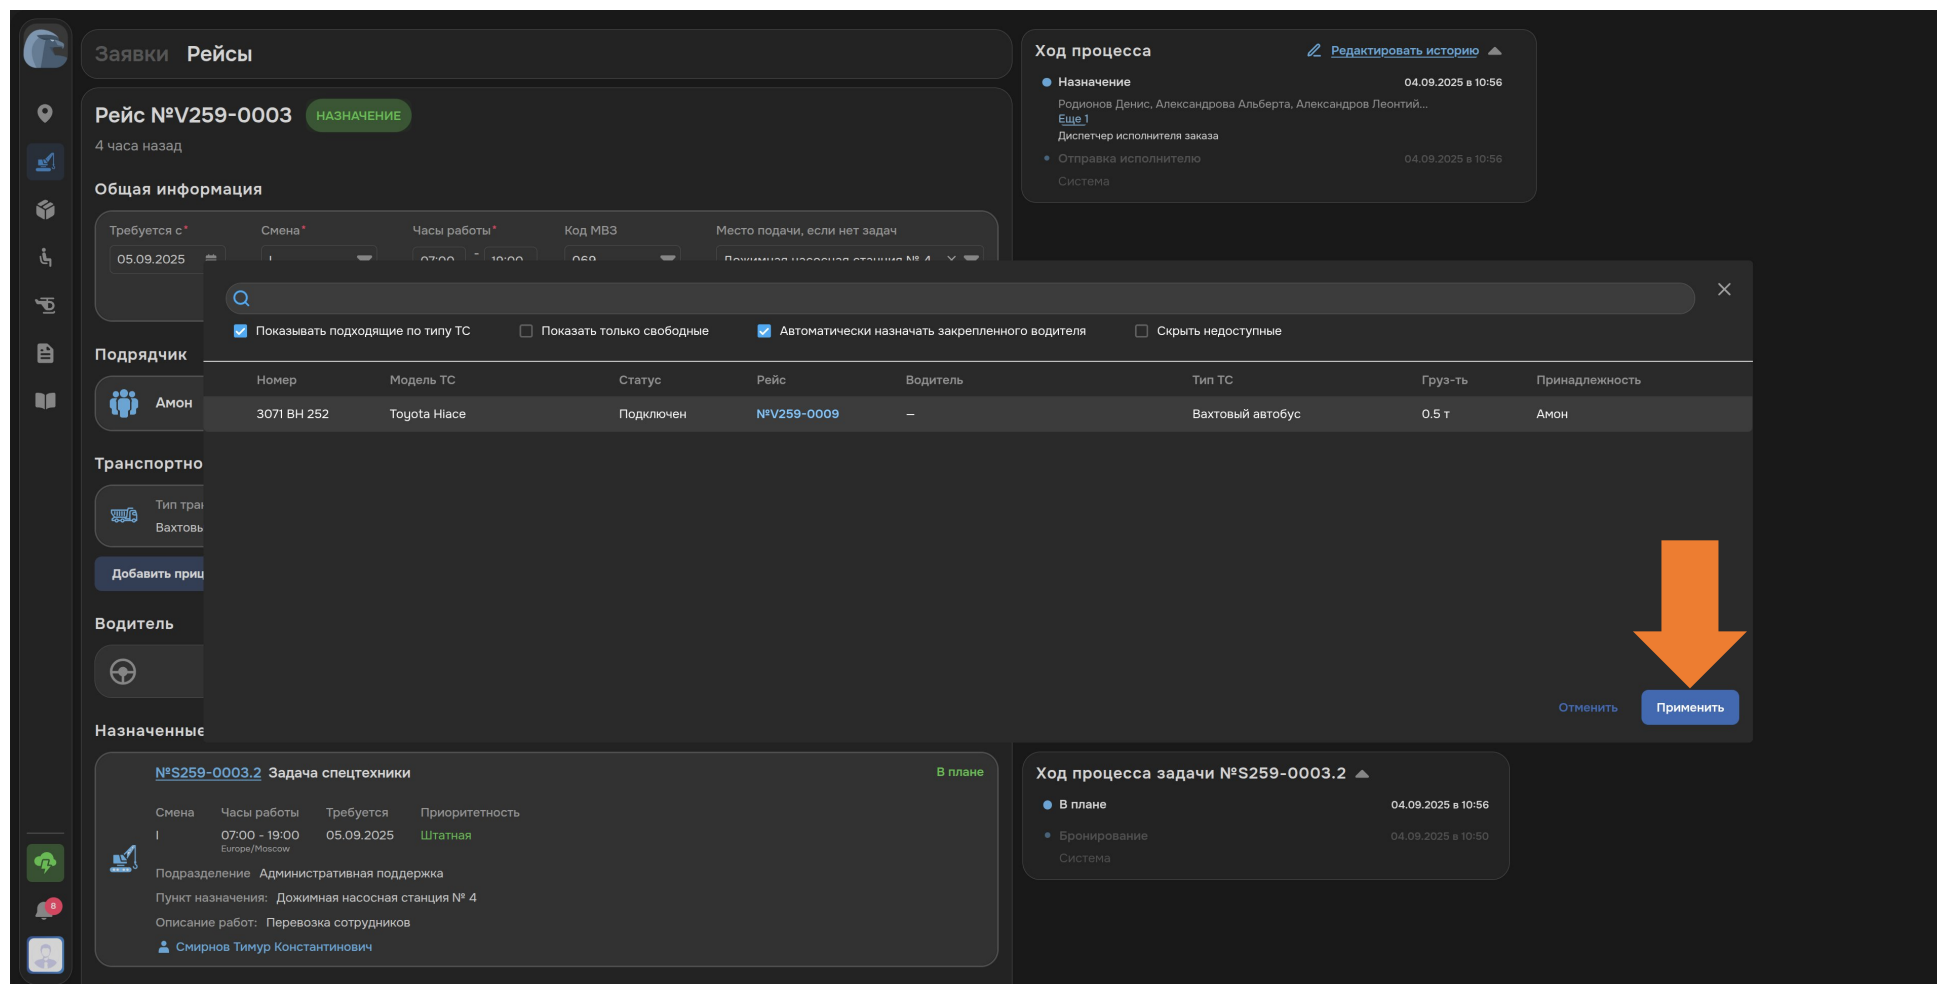

Рисунок 51. Назначение ТС
5. Выберите необходимое ТС в списке и нажмите кнопку «Применить» (см. Рисунок 51). В данном списке доступен поиск. По умолчанию в списке отображаются подходящие ТС, а затем замещающие. Снимите галочку с поля «Показывать подходящие по типу ТС» для отображения всех ТС (см. Рисунок 51). Поля «Показывать только свободные» и «Скрыть недоступные» позволяют настроить отображение только свободных ТС и скрытие недоступных ТС. Чтобы назначить только ТС из связки ТС+водитель, снимите галочку с поля «Автоматически назначать закрепленного водителя», а затем выберите ТС (см. Рисунок 51).